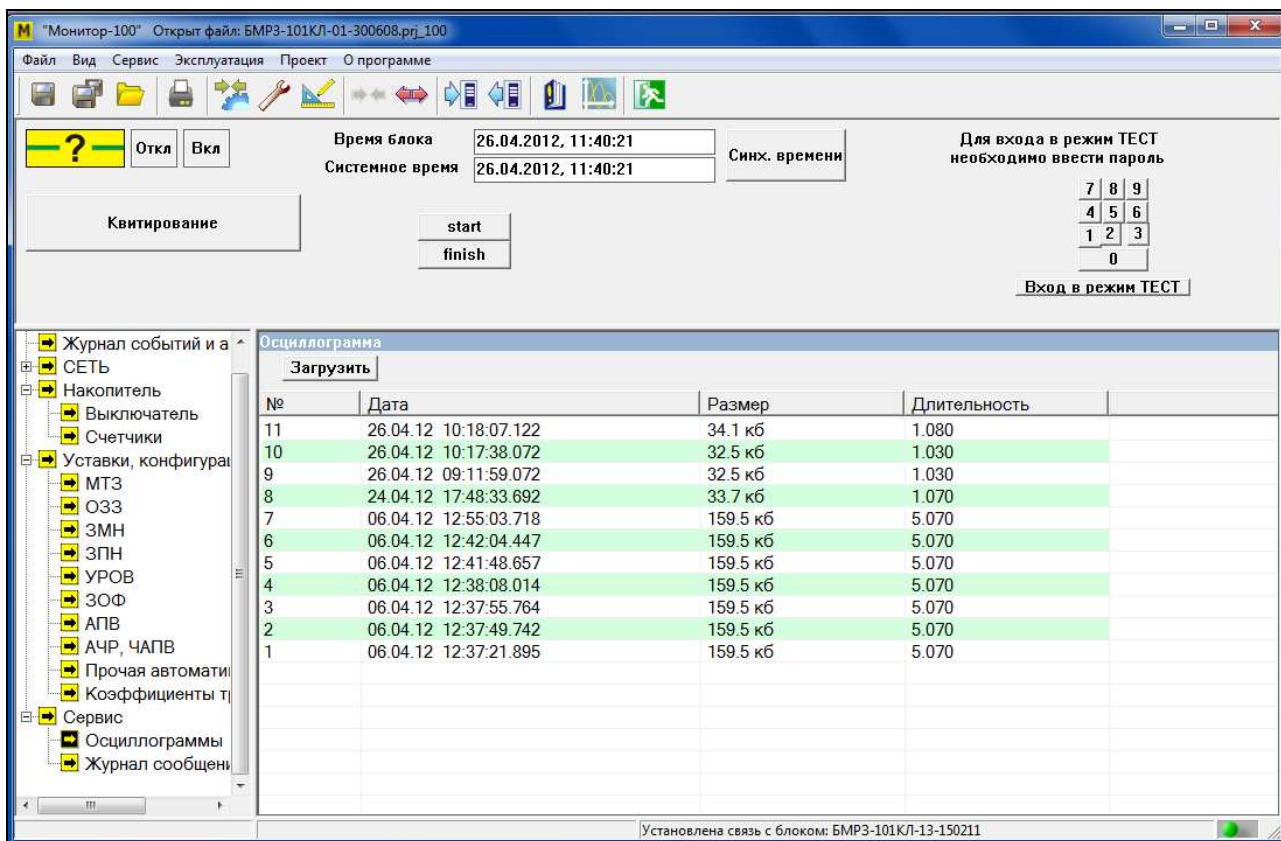

Рисунок 59
3.2.7.3 Кнопка элемента управления «Загрузить» (см. рисунок 59) позволяет загрузить осциллограмму из блока в Про «Монитор-100».